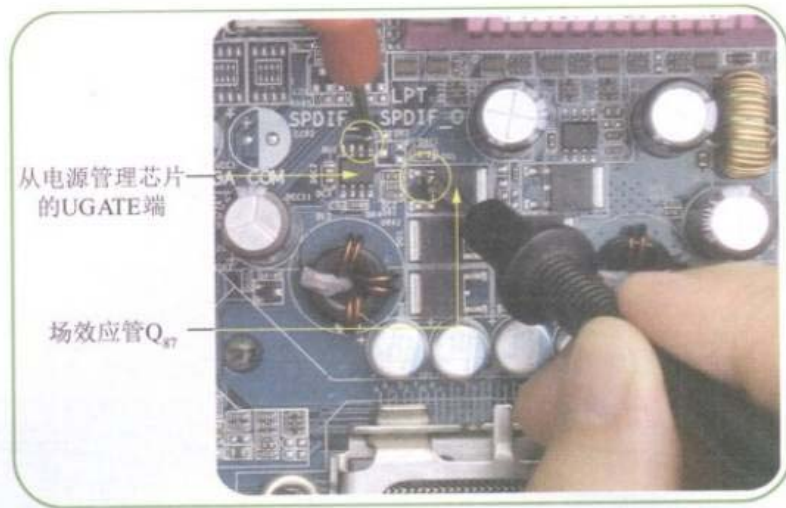

图8-57 测量高端门场效应管的G极到从电源管理芯片的线路
**Step 01** 将万用表调到“蜂鸣”挡，测量高端门场效应管（ $Q_{87}$ ）的G极到从电源管理芯片的UGATE端口的线路，如图8-57所示。